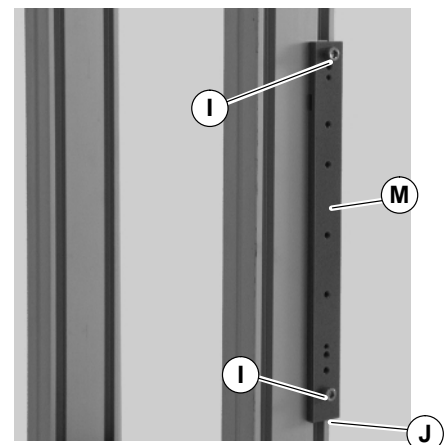

Abbildung 11
3. Die Montageleiste (M siehe Abbildung 11) an der zweiten T-Mutter (J) mit der Schraube befestigen (I). Die Montageleiste an die gewünschte Stelle schieben und die Schrauben fest anziehen (I).